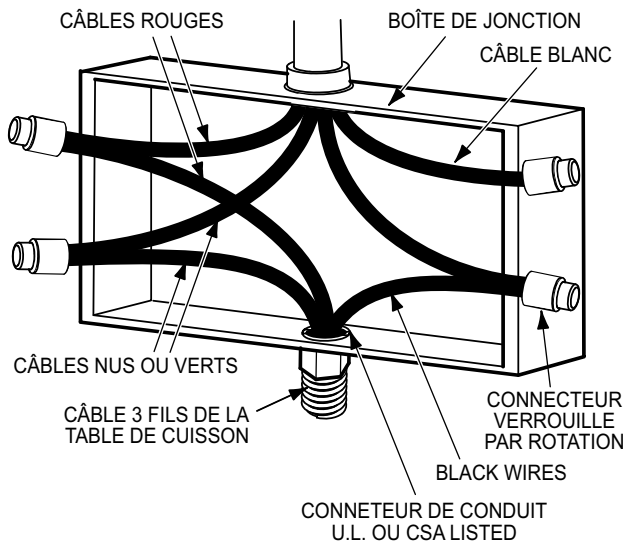

Figure 14.
Voir la figure 14 :
1. Connectez (voir figure 14) le conducteur de terre vert du table de cuisson au conducteur de terre dans le boîtier de jonction (câble nu ou coloré vert).